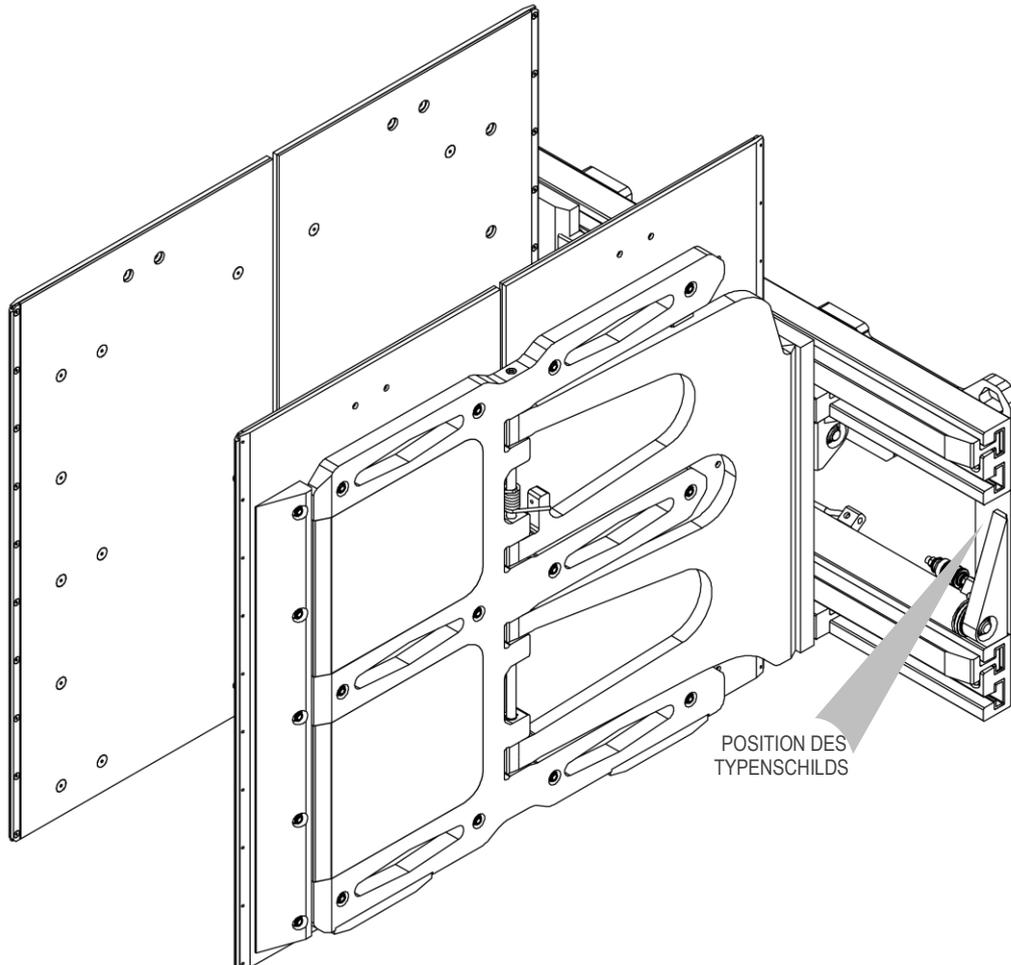

Abbildung 1
Alle Geräte A.T.I.B. – “GREIFER FÜR HAUSHALTSGERÄTE UND KARTONS TYP 474.180-181474.180-181” werden über das aufgeklebte Typenschild (siehe *Tabelle 1*) am Gerät (siehe *Abbildung 1*) identifiziert, schauen Sie immer nach der Seriennummer.
5. Für die Handhabung müssen ausreichend starke Gurte oder Ketten für das Gewicht des Geräts, das auf dem Typenschild angegeben ist, verwendet werden (siehe *Abbildung 1 e* *Tabelle 1 a* pag.11).
9. Schließen Sie den Hydraulikkreislauf an und versichern Sie sich, dass der Betriebsdruck der Leitungen höher oder gleich dem auf dem Typenschild angegebene ist (siehe *Abbildung 1* und die *Tabelle 1* auf Seite 11).